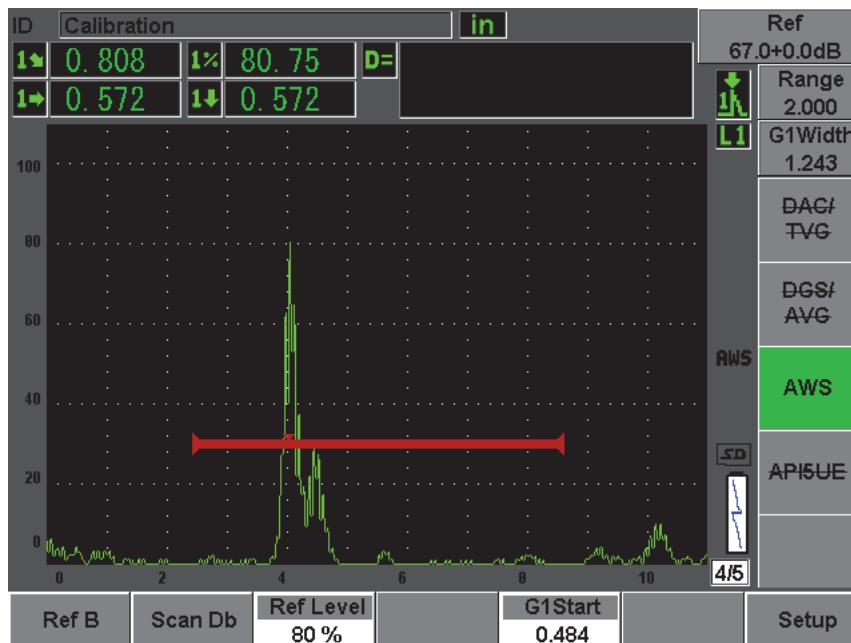

Рис. 12-19 Опорное значение В до сохранения
3. Выберите AWS > Ref B, чтобы сохранить стробированный отражатель в качестве значения Ref B, и выберите YES (Да), чтобы подтвердить выбор (см. Рис. 12-19 на стр. 258).